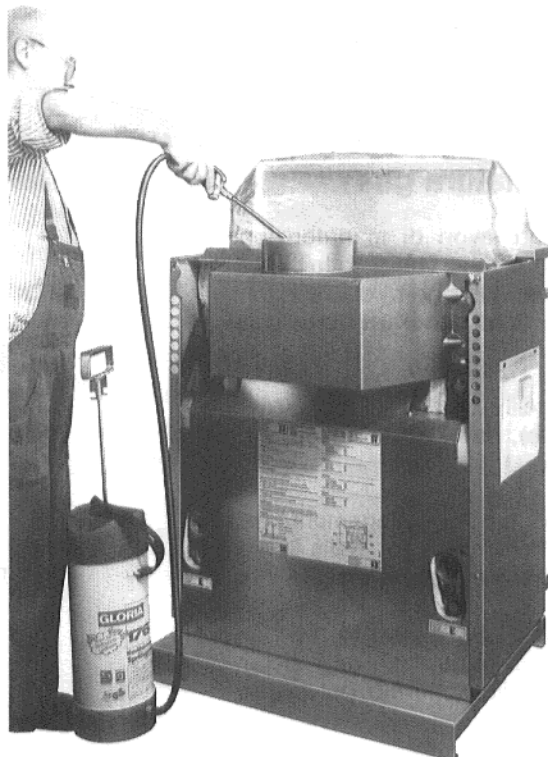

Fig. 14
- Coprire adeguatamente il quadro comando (Fig. 14).
- Spruzzare uniformemente i tiraggi con il prodotto di pulizia, per esempio "Fauch 200" per fulliginosità, "Fauch 600" in caso d'incrostazione (vedi Fig. 14).